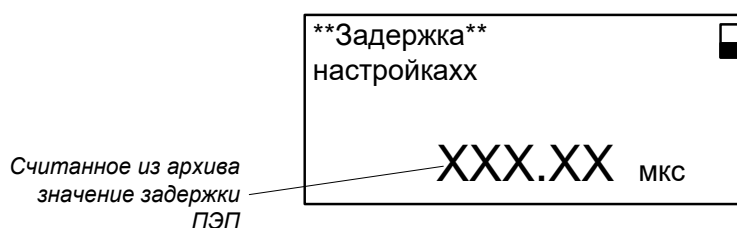

Рис.10. Вид окна «Задержка».
2.3.3.7. Вид окна индикации задержки пьезоэлектрического преобразователя приведен на рис.10.